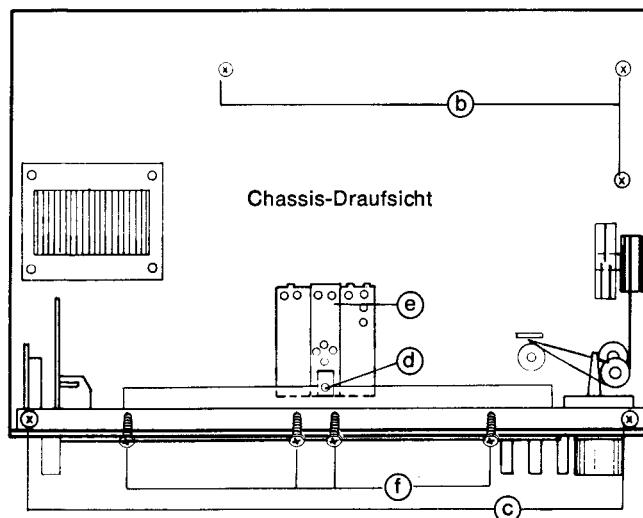

Abb. 3
1. Schraube (d) herausdrehen (Abb. 3).
1. 4 Schrauben **f** unterhalb der Skala herausdrehen (Abb. 3).